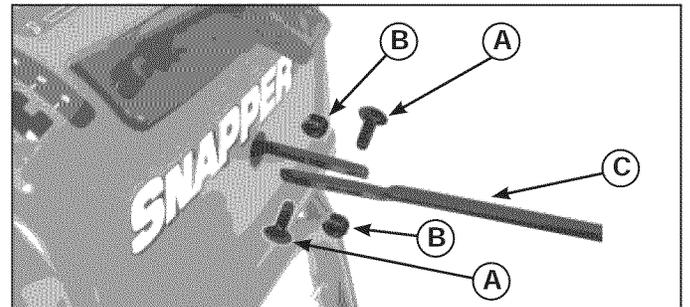

Figura 45. Montaje de la barra de conexión
6. Aparte la polea tensora del tornillo sinfín (K) lejos de la correa de transmisión del tornillo sinfín (D) y deslice la correa.
7. Quite la correa de transmisión del tornillo sinfín (D) de la polea del motor. Para quitar la correa de transmisión del tornillo sinfín (D), la polea de transmisión del tornillo sinfín (C) puede necesitar ser girada parcialmente.
9. Utilizando una llave 7/16, quite los dos pernos (A, Figura 45) y las dos tuercas de bloqueo (B) de la barra (C).